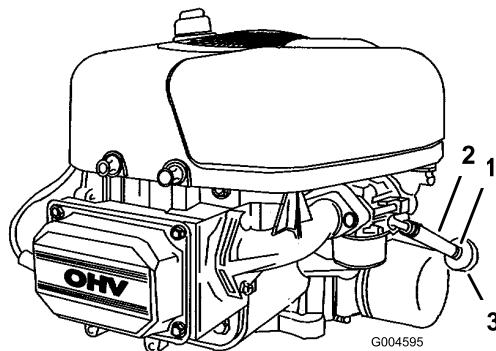

Figura 27
8. Premete le estremità della fascetta stringitubo e sfilatela dal tubo del carburante in direzione del serbatoio (Figura 27).
9. Staccate il tubo del carburante dal filtro (Figura 27) e spurate la benzina in una tanica o in una bacinella di spуро.
Sostituite il filtro del carburante ogni 100 ore di funzionamento oppure ogni anno, optando per l'intervallo più breve. Il momento più opportuno per sostituire il filtro del carburante (Figura 27) è quando il serbatoio del carburante è vuoto. Non rimontate mai il filtro carburante sporco dopo averlo tolto dal tubo di alimentazione del carburante.
7. Premete le estremità delle fascette stringitubo ed allontanatele dal vecchio filtro del carburante (Figura 27).